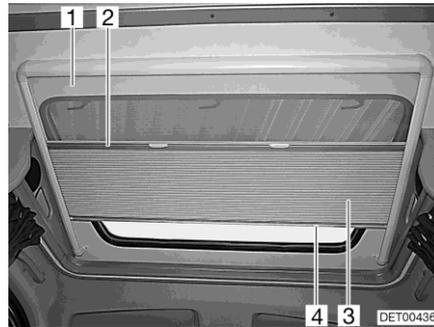

Fig. 46 Tragaluz
Estor plegable El estor plegable (Fig. 46,3) está unido fijamente con la protección contra insectos (Fig. 46,1).
- Coger el estor plegable por el centro de la tablilla final (Fig. 46,4) y tirar con cuidado hacia abajo.
- Regresar el estor plegable lentamente a su posición por la tablilla final (Fig. 46,4).
- Detener el centro de la tablilla final (Fig. 46,2) de la protección contra insectos y tirar con cuidado completamente hacia abajo.
- Regresar la protección contra insectos lentamente a su posición por la tablilla final del estor plegable (Fig. 46,4).